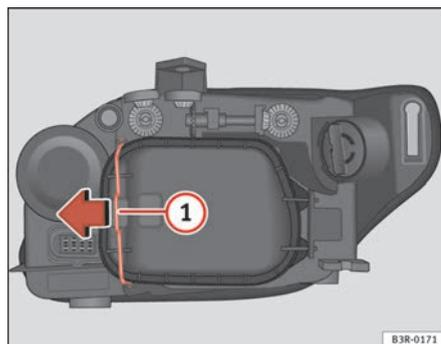

Fig. 205 Lâmpada da luz de presença
Embora não seja necessário, extrair previamente a tampa rígida ⇒ página 274, fig. 205, facilita a substituição da lâmpada do indicador de mudança de direção. ■
- Desloque o tirante ⇒ fig. 205 ① no sentido da seta e retire a tampa rígida separando primeiro o lado do tirante e retirando depois as duas patilhas da extremidade contrária da tampa.